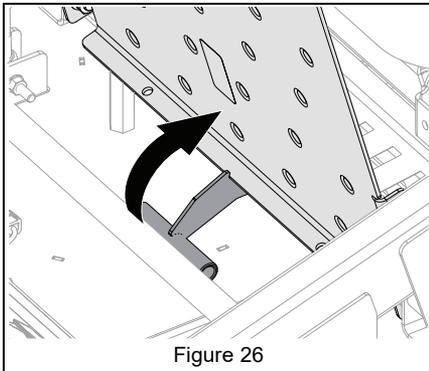

Figure 26
3. Tirer la poignée de by-pass et fixer l'encoche au rebord du repose-pieds. Voir Figure 26.